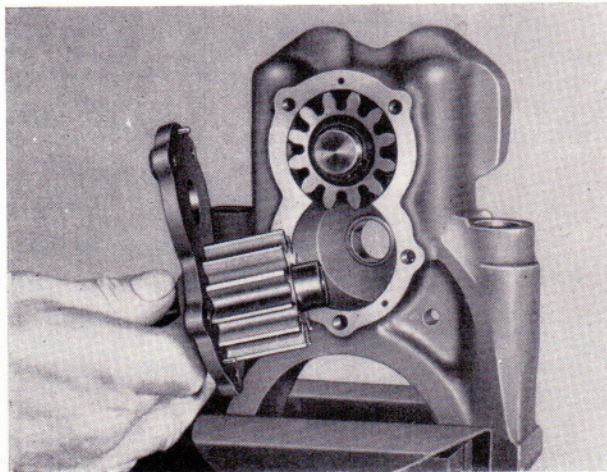

Bild 126
- Gehäusedeckel abschrauben und mit der Antriebswelle vollständig abnehmen (Bild 126).